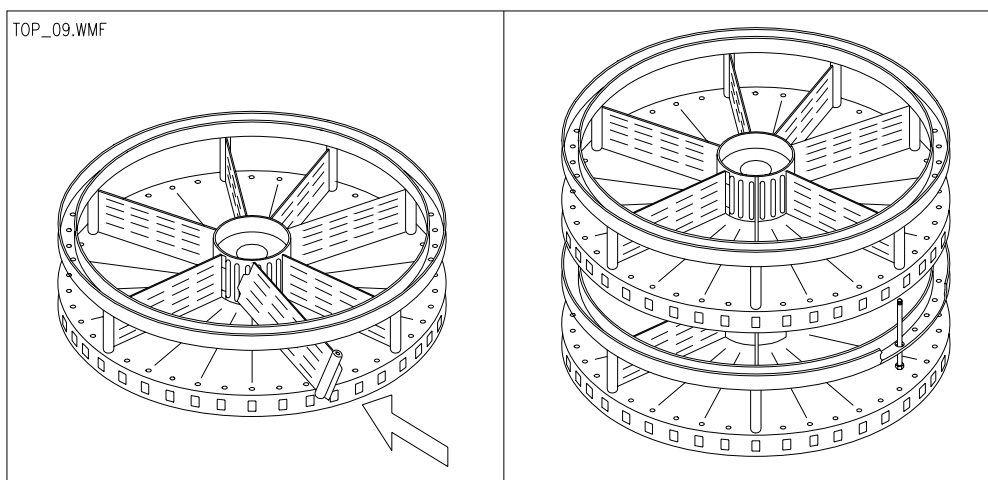

Abb. 9
- 3) Einsetzung der Trennwände: die Trennwände in die mittlere Nabe der Scheibe einsetzen (Abb. 9)
- 4) Die Scheibe drehen, die sich unter derjenigen befindet, deren Trennwändezahl man ändern will, bis sich das große Loch des oberen Rings unter der Trennwand befindet, die man einsetzen will (Abb. 9).